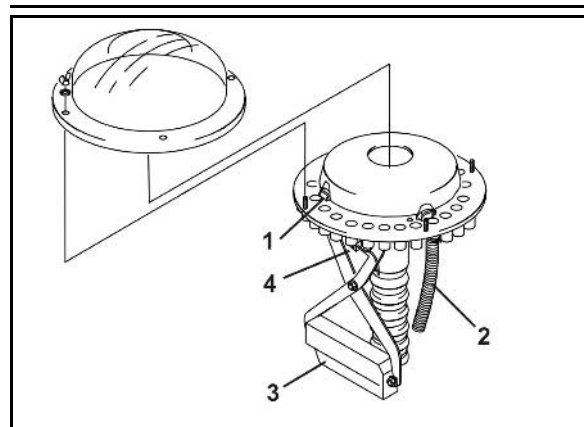

Рис. 60
- устройство переключения техколей закрывает в распределительной головке посредством заслонки (Рис. 60/1) подвод посевного материала к семяпроводам (Рис. 60/2) сошников техколей;
Подача посевного материала к сошникам техколей прерывается, как только электромотор (Рис. 60/3) закрывает соответствующие семяпроводы (Рис. 60/2) в распределительной головке.
Датчик (Рис. 60/4) проверяет, надлежащим ли образом работают заслонки (Рис. 60/1), открывающие и закрывающие семяпроводы (Рис. 60/2).